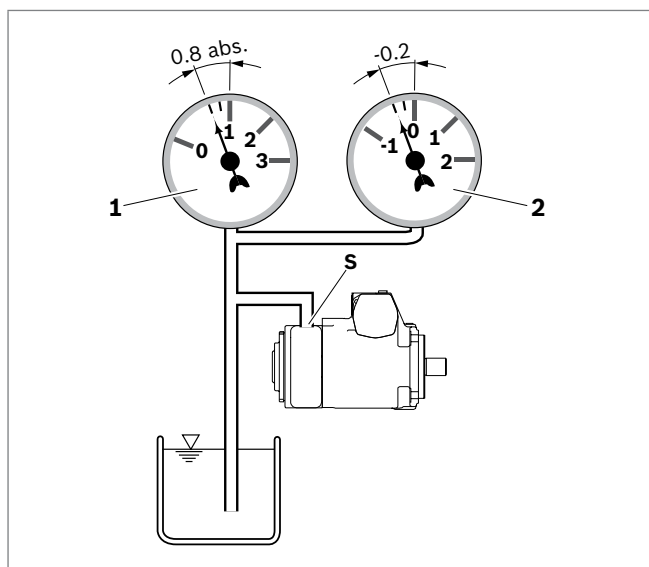

图 7: 吸油压力
- ▶ 确保轴向柱塞泵在所有安装位置和安装地点工作期间，油口 **S** 处始终保持绝对压力为 0.8 bar（冷启动时绝对压力为 0.5 bar）的最低吸油压力；参见图 7。压力值参见产品样本。